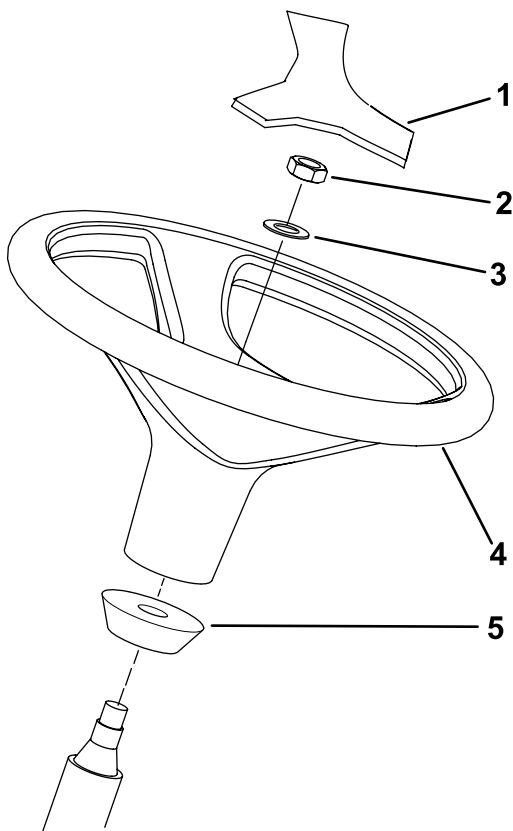

図 10
1. 出荷台からハンドルを外す。 図 10
**注** ステアリングシャフトについているウレタン製のカラーは外さないでください (図 10)。
3. ハンドルとワッシャをステアリングシャフトにはめ込む (図 10)。
5. ハンドルにカバーを取り付ける (図 10)。